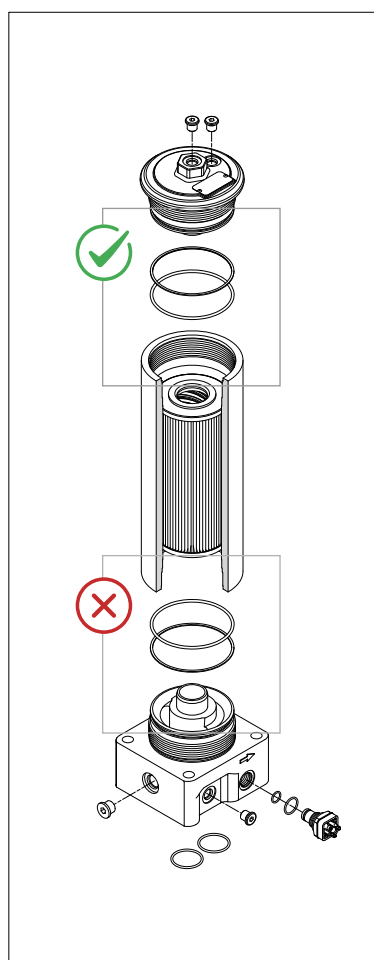

fig. 20
- (Fig. 20) Rimuovere le guarnizioni del coperchio, le guarnizioni del manifold (se presenti) e tutti i tappi, e predisporre i ricambi, facendo riferimento alle parti di ricambio al paragrafo 12